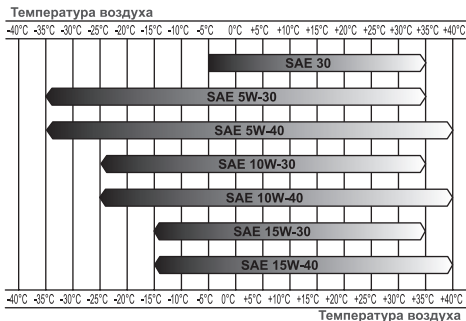

Рис. 5 Определение вязкости масла
*Нельзя применять масло для двухтактных двигателей. Рекомендуются применять моторное масло для четырехтактного бензинового двигателя категории SL и выше по системе классификации API. Вязкость масла по классификации SAE выбирается в зависимости от температуры окружающего воздуха, при которой будет работать двигатель. При выборе вязкости масла пользуйтесь таблицей, показанной на Рис. 5.*